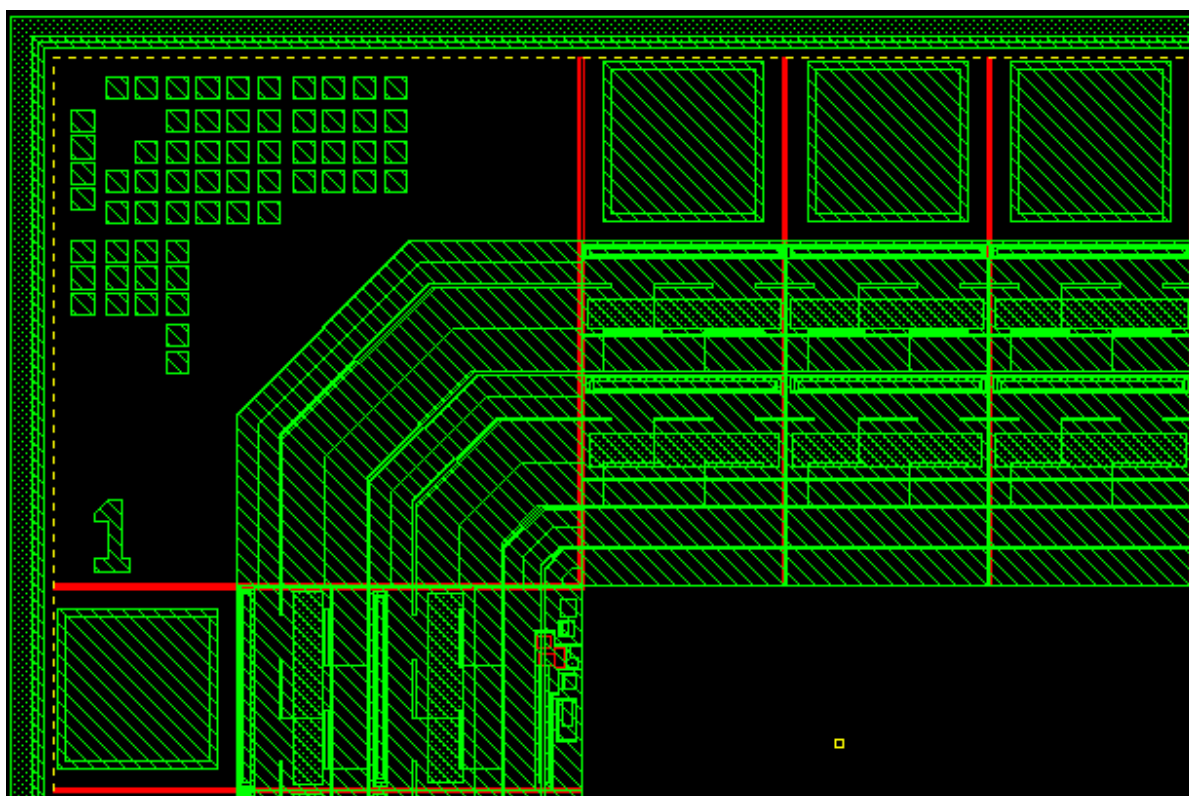

Рис. 3. Пример установленной метки первой площадки "1".
- 1) В основном меню окна с топологией изделия выбрать пункт *Create→Instance*, указать имя библиотеки "LibMikron_SOI_018_6M", имя ячейки "pgtext", представление "layout", в поле "Text String" ввести число "1". С помощью параметра "Text height" изменить размер цифры и привязать полученную ячейку в исходную топологию изделия. Рекомендуется устанавливать размер метки первой площадки "1" в пределах 30%-70% от размера используемых контактных площадок (см. рис. 3).